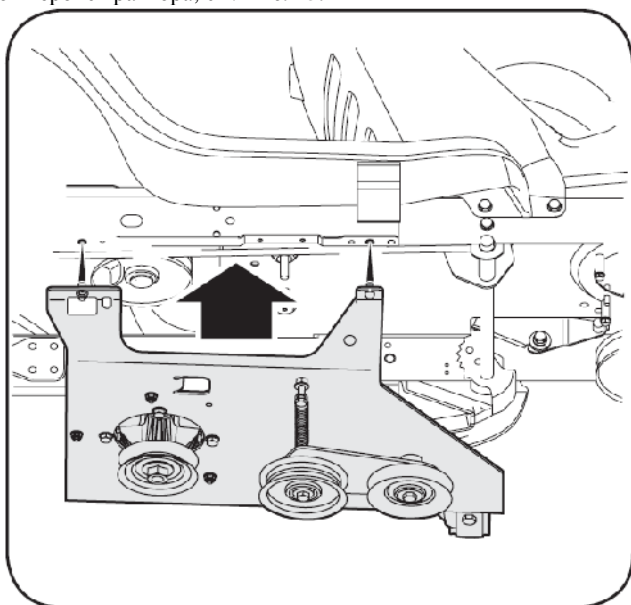

Рис. 15.
6. Вставьте приваренные шпильки на верхней задней части блока нижней рамы в совмещенные отверстия, находящиеся на лонжероне трактора, см. Рис. 15.